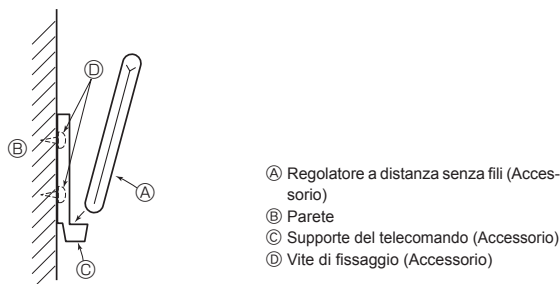

Fig. 7-5
7.3.1. Regolatore a distanza senza fili (Fig. 7-5)